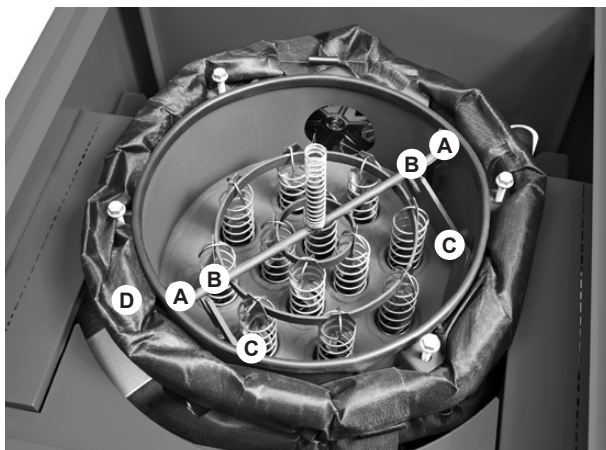

Bild 08
6. Nachfolgende Teile (Bild 08) mit Haftschrimerfett schmieren:
- Führungsschienen (A)
- Kontaktstellen Hebel-Formrohr (B)
- Hebeldrehpunkte (C)
- Exzentrerscheibe (D)